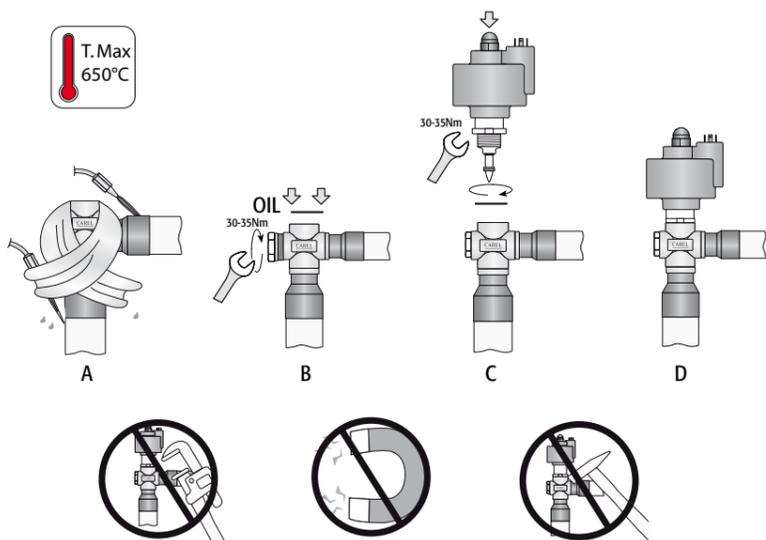

Fig. 2
Le valvole E4V devono essere saldate al circuito mediante brasatura dei raccordi in rame ai tubi di uscita condensatore (IN) e di ingresso evaporatore (OUT). Seguire la successione indicata in Fig. 2 procedendo in questo modo:
2. Avvolgere uno straccio bagnato sul corpo della valvola e procedere alla saldatura senza surriscaldarla orientando la fiamma verso l'estremità dei raccordi come da fig. 2 A (per una migliore brasatura senza alterare la tenuta della zona di saldatura tra corpo e raccordi utilizzare lega con temperatura di fusione inferiore a 650 °C o con tenore di argento superiore del 25 %).
3. A valvola fredda, avvitare sul corpo valvola la spia di flusso all'interno dell'apposito alloggiamento filettato (in linea con il raccordo trasversale) con una chiave esagonale da 27 mm verificando la presenza dell'O-ring (OR2081 - diametro interno 20,35 mm - spessore 1,78 mm - materiale: Neoprene) che ne garantisce la tenuta ermetica. Serrare la spia fino al raggiungimento del fine corsa meccanico del filetto (Fig. 2 B), con una coppia di 30-35 Nm. **Attenzione!** Per garantire una migliore tenuta dell' assieme è consigliato l'utilizzo di O Ring in Neoprene (materiali diversi possono compromettere il corretto utilizzo dell' assieme) lubrificati con uno strato sottile di olio compatibile.
4. Utilizzare l'O-ring (OR3112 - diametro interno 28,25 mm - spessore 2,62 mm - materiale: Neoprene) presente nella confezione per poi inserirlo nell'apposita cava schiacciandolo con la pressione del dito. Verificare la corretta posizione dello stesso testandone l'adesione uniforme sul fondo della sede di tenuta (Fig. 2 B).
5. Avvitare nel corpo valvola la cartuccia in acciaio sull'apposito alloggiamento filettato con una chiave esagonale da 34 mm verificando la presenza dell'O-ring sulla cava il quale garantisce la tenuta ermetica. Serrare la cartuccia portando la ghiera in battuta sul corpo valvola, con una coppia di serraggio suggerita di 30-35 Nm (Fig. 2 C). **Attenzione!** Nel caso in cui lo stelo filettato fuoriuscisse completamente dalla sede di lavoro della cartuccia procedere secondo la seguente operazione:
6. Controllare che lo statore rosso sia inserito fino a fondo corsa della cartuccia avvitando il dado nero portandolo in completa battuta fino a deformare la corona circolare in gomma dello statore (coppia di serraggio 0,8 Nm). (Fig. 2 D)
The E4V valves must be joined to the circuit by braze welding the copper fittings to the condenser outlet (IN) and evaporator inlet pipes (OUT). Proceed as indicated in Fig. 2.
2. Wrap a wet rag around the body of the valve and weld the fittings, without overheating the valve, aiming the flame at the end of the fittings as shown in Fig. 2 A (for better braze welding without affecting the seal of the weld between the body and the fittings, use alloys with a melting temperature of less than 650 °C or with a silver content higher than 25 %);
3. When the valve has cooled down, tighten the flow sight glass to the special threaded socket in the valve body (in line with the cross fitting) using a 27 mm Allen key, making sure the O-ring is fitted (OR2081 -inside diameter 20.35 mm - thickness 1.78 mm - material: Neoprene) to ensure hermetic tightness. Tighten the sight glass to the end of the thread (Fig. 2 B), with 30-35 Nm torque.
4. Insert the O-ring (OR3112 -inside diameter 28.25mm - thickness 2.62 mm - material: Neoprene) included in the packaging into the corresponding opening, pressing it in by finger. Check the correct position of the O-ring by making sure there is uniform adhesion on the bottom of the seal seat (Fig. 2 B);
5. Tighten the steel cartridge to the special threaded socket in the valve body using a 34 mm Hex key, making sure the O-ring is fitted to ensure hermetic tightness. Tighten the cartridge by pressing the ring against the valve body with a recommended torque of 30-35 Nm (Fig. 2 C).
6. Make sure that the red stator is fully inserted on the cartridge with the black nut screwed on tightly until deforming the rubber ring on the stator (tightening torque 0.8 Nm). (Fig. 2 D)